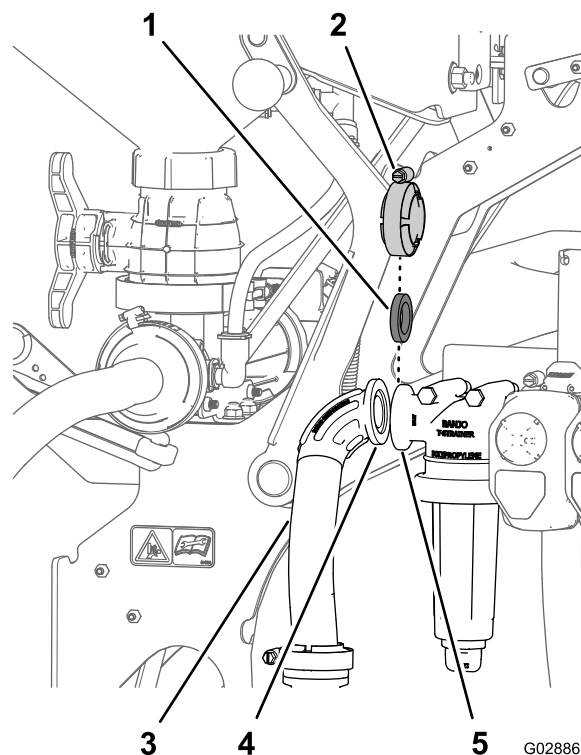

Figura 28
2. Fissate il flessibile di entrata alla testa del filtro di pressione con la guarnizione e il morsetto flangiato (Figura 28) rimossi alla voce 1 della sezione Preparazione all'installazione della valvola del nebulizzatore (pagina 11).
1. Allineate la flangia del raccordo a 90° del flessibile di entrata con la flangia della testa del filtro di pressione (Figura 28).